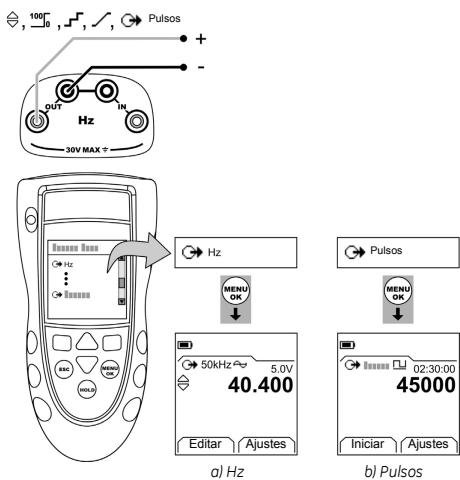

Figura 2: Ejemplo de configuración - Alimentación de Hz o pulsos
1. Conecte el instrumento (Figura 2) y, si es necesario, ajuste las opciones de Configurar (Tabla 1).